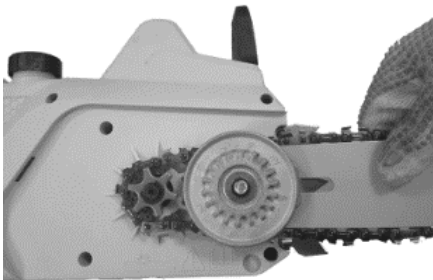

Fig.4
3. Posizionare le maglie della catena intorno al pignone e posizionare la barra come indicato in (Fig.4)